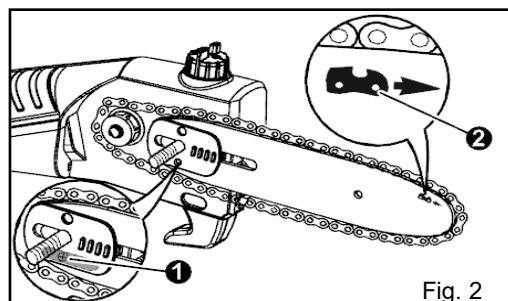

Fig. 2
**REMARQUE:** Vérifiez le bon positionnement de la vis de guidage à l'arrière de la barre dans la rainure de guidage (Fig. 2 ①).
- REMARQUE:** Assurez-vous que la chaîne se déplace dans le bon sens (Fig. 2 ②).